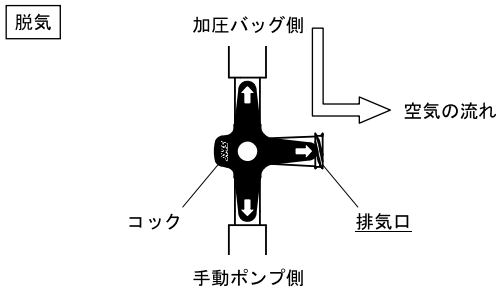

図 6
****9.** 注入終了後、三方活栓のコックを図 6 のように合わせ、排気口から加圧バッグ内部の空気を抜いて、栄養剤容器を取り出します。